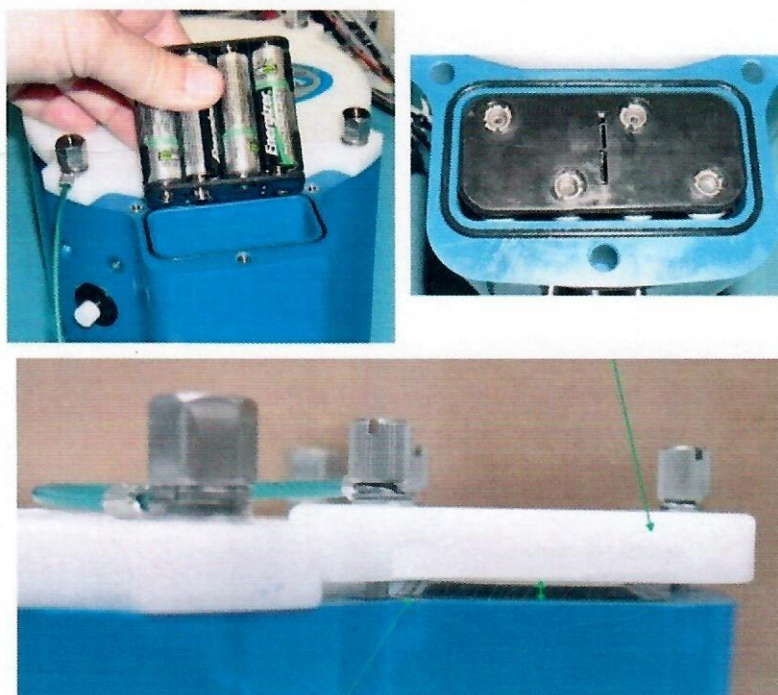

Fig. 1
- f) Înlocuiți-l cu opt noi baterii AA alcaline. Potrivii polaritatea bateriei așa cum se arată pe suportul bateriei (fig. 1).
- g) Așezați suportul bateriei în carcasă, asigurându-vă că bateria se conectează pe suport se potrivesc cele două arcuri din interiorul carcasei (fig. 1).
- h) Închideți ușa compartimentului pentru baterii și strângeți șuruburile. La fel strângeți toate cele trei șuruburi, astfel încât acoperișul să coboare uniform pe carcasă (fig. 1).